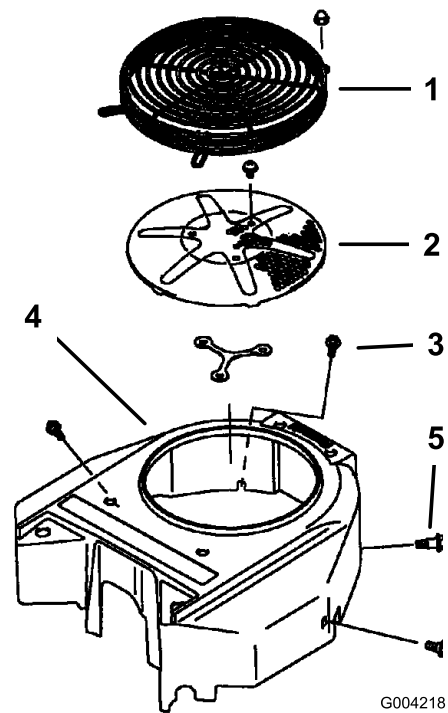

Figure 76
3. Retirez la grille d'entrée d'air, le lanceur et le carter du ventilateur (Figure 76).
5. Reposez la grille d'entrée d'air, le lanceur et le carter du ventilateur (Figure 76).